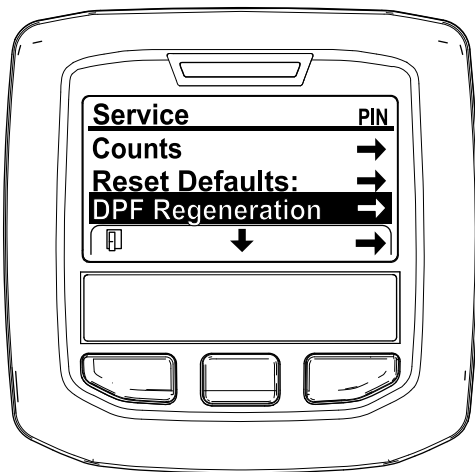

Figura 34
3. En el menú SERVICE (Servicio), pulse el botón del medio hasta que aparezcan las opciones de DPF REGENERATION (Regeneración de DPF) y pulse el botón derecho para seleccionar la opción DPF REGENERATION (Regeneración de DPF) (Figura 34).